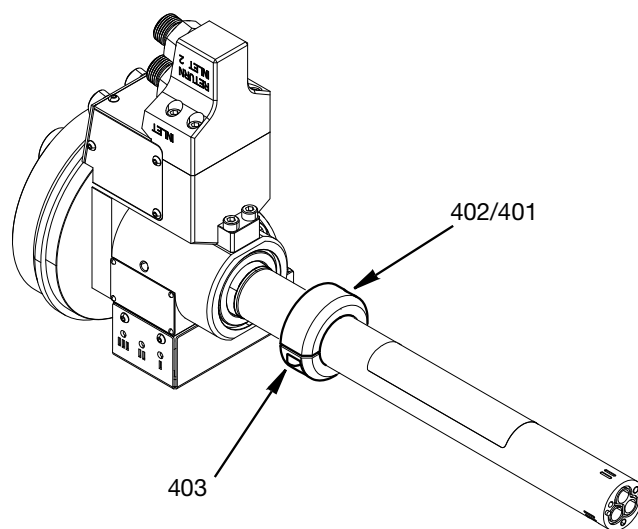

FIG. 16
- Con el adaptador desmontado del cuerpo central, afloje los dos tornillos M5 (403) y retire el conjunto del anillo de bloqueo (401) con la arandela (402). Consulte la FIG. 16.